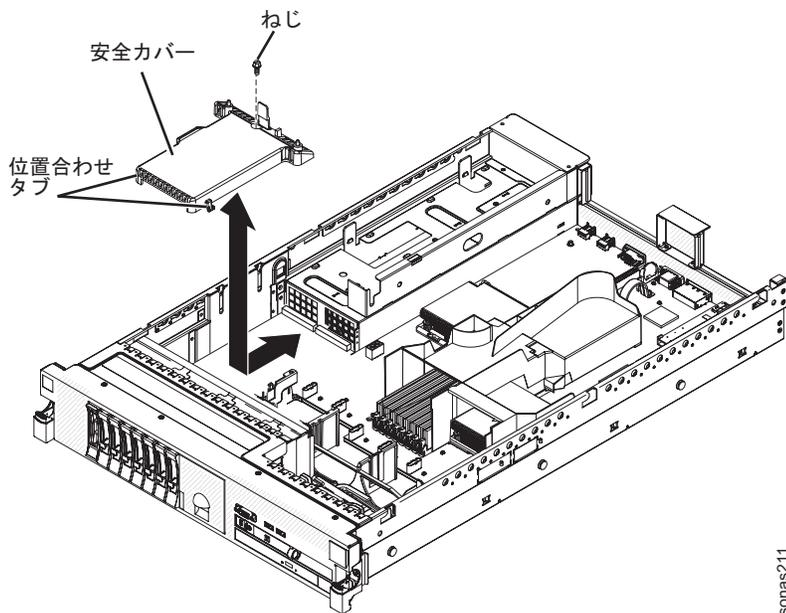

図 45. 240 VA 安全カバー
1. 安全カバーの下部にあるタブを、システム・ボード上のスロットに位置合わせして挿入します。194 ページの図 45 を参照。